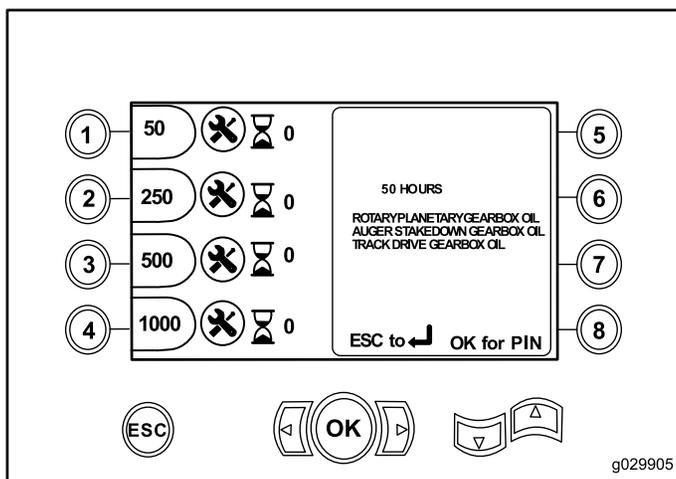

Figure 12
- Bouton 1 – 50 heures (Figure 12)